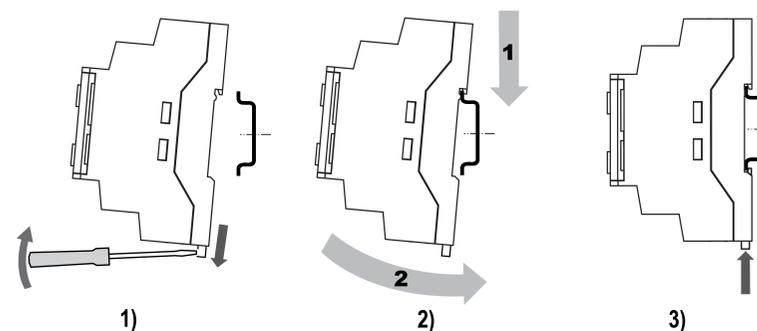

Рисунок 4.2 – Монтаж и демонтаж прибора
2. Вставив отвертку в проушину, оттянуть защелку (см. рисунок 4.2, 1).
3. Прижать прибор к DIN-рейке (см. рисунок 4.2, 2). Отверткой вернуть защелку в исходное положение (см. рисунок 4.2, 3)